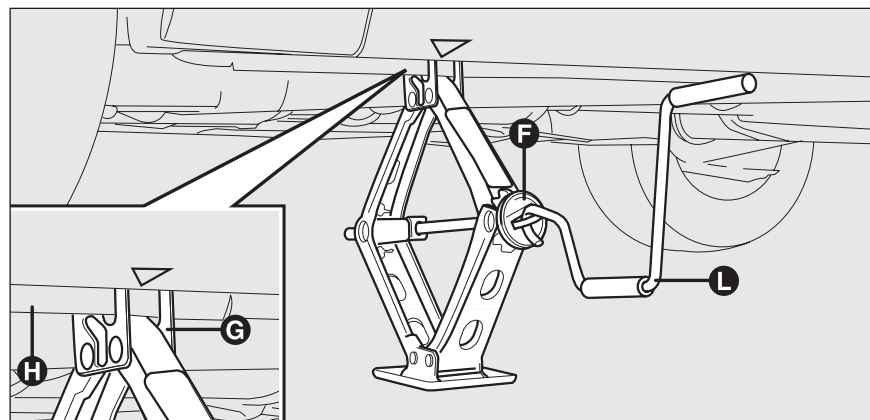

рис. 4
- Посредством приспособления **Ф-рис. 4** увеличьте высоту домкрата до тех пор, пока его верхняя часть **Г-рис. 4** не войдет в фиксатор **Н-рис. 4**;
- Вставьте рукоятку **Л-рис. 4** для работы с домкратом и поднимайте автомобиль, пока колесо, подлежащее замене, не будет выше уровня земли на несколько сантиметров;
- ☐ Вращая рукоятку домкрата **L-рис. 4**, опустите автомобиль и удалите домкрат;